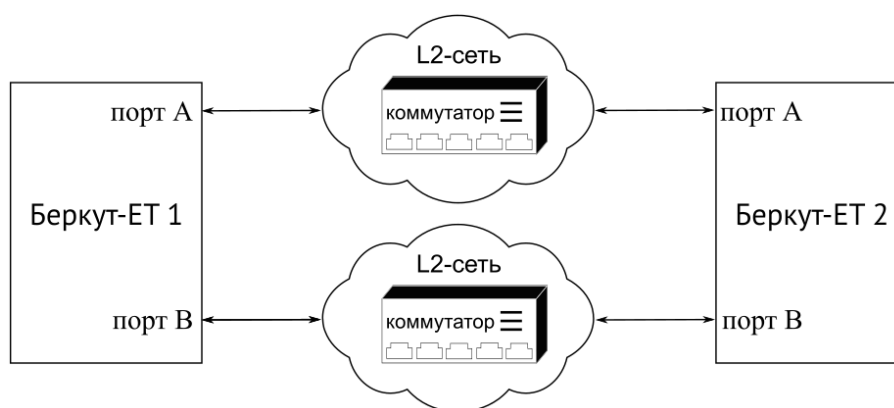

Рисунок 9.23. Подключение приборов для проведения мониторинга
1. Соединить порты А и В приборов Беркут-ЕТ по схеме на рис. 9.23.